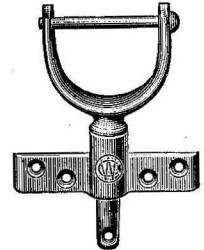

Fig. 424
**Plain Bronze, Fig. 424**
**Polished Bronze, Fig. 424**